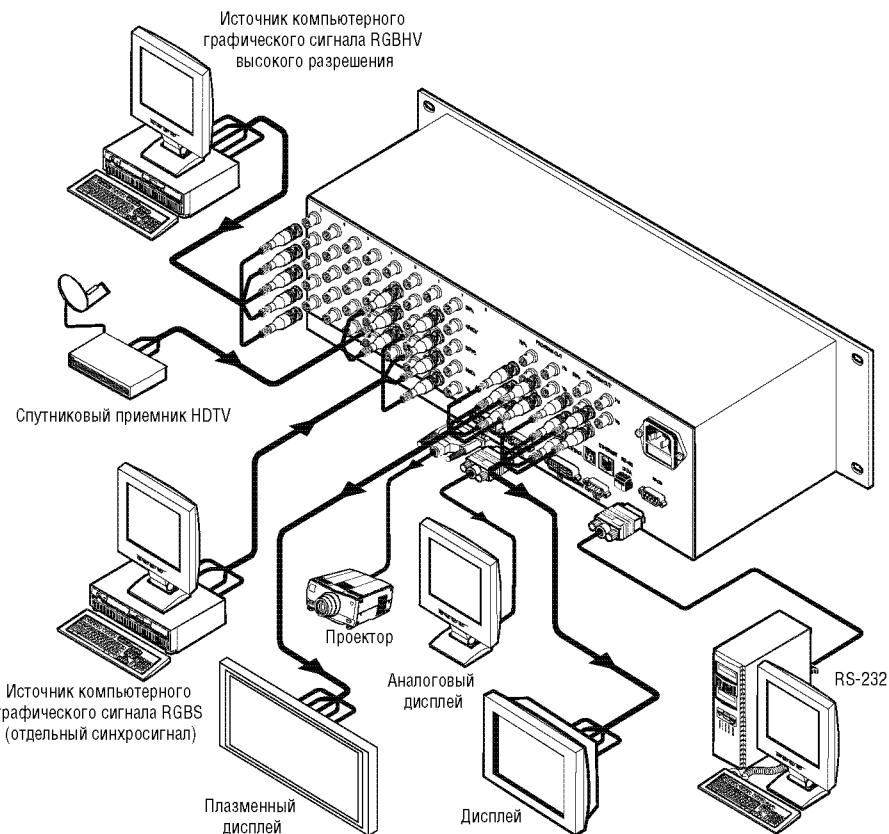
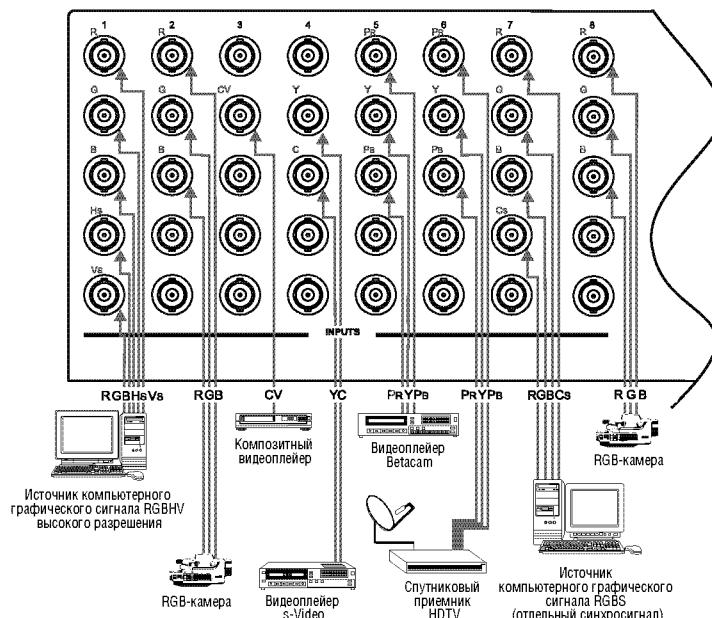
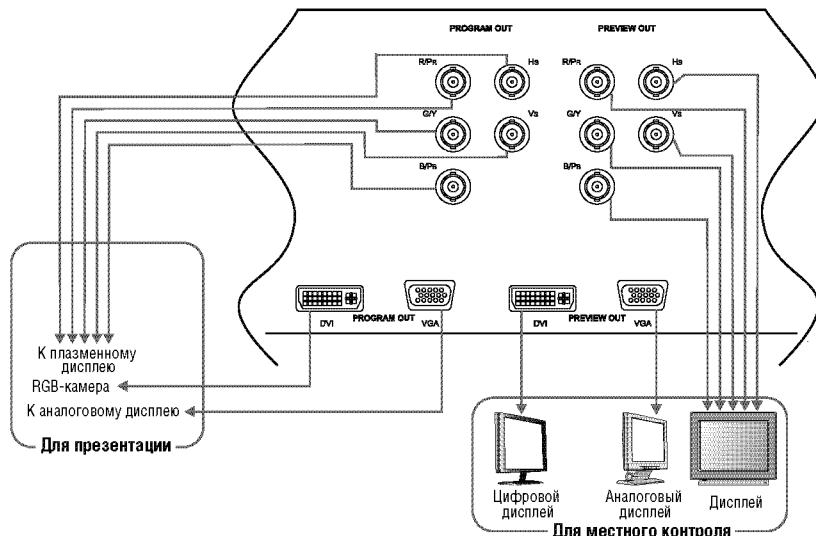

Рис. 3. Подключение источников и приемников сигнала к VP-727
Рис. 4. Пример подключения источников сигнала к VP-727
Рис. 5. Подключение приемников сигнала к контролльному и программному выходам
VP-727 — универсальный презентационный матричный коммутатор и масштабатор, предоставляющий широкую свободу в выборе источников сигнала и способов их подключения. Например, к прибору можно подключить только три источника: сигналы RGBHV, HDTV и RGB (как показано в примере на рис. 3). При необходимости можно подключить до восьми источников сигнала, например RGBHV, два источника RGB, по одному источнику композитного, Y/C, компонентного, HDTV и RGBCs (как на рис. 4).
Пример подключения к **VP-727** источников сигнала различных форматов показан на рис. 4. На рис. 5 дан пример использования программного и контрольного выходов.
3. Подсоедините приемники сигнала к группе разъемов программного выхода *PROGRAM OUT* (рис. 5):
4. Подсоедините приемники сигнала к группе разъемов контрольного выхода *PREVIEW OUT* (рис. 5):